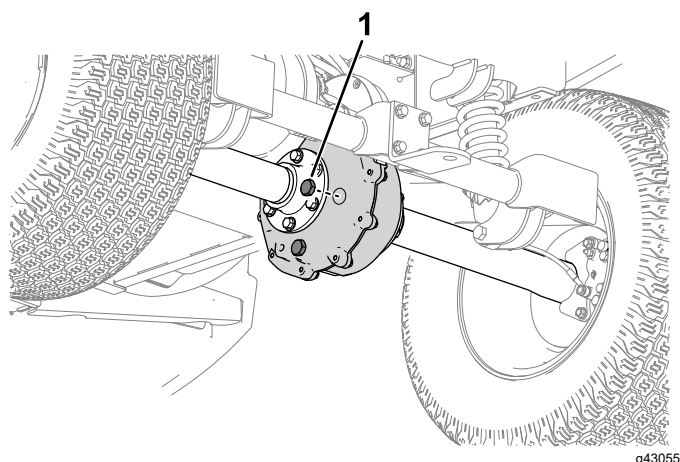

Figura 46
1. Tire o tampão de enchimento do conjunto eixo-transmissão (Figura 46).
2. Se o nível de fluido estiver baixo, retire o tampão de enchimento e adicione o fluido indicado em [Substituição do fluido do eixo-transmissão \(página 41\)] especificado até sair pelo furo (Figura 46).